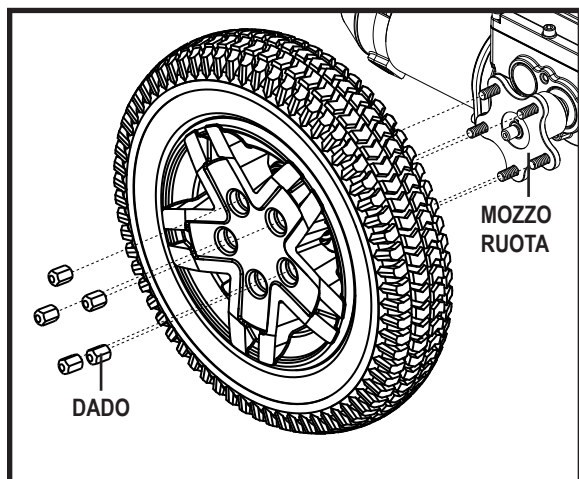

Figura 22. Ruota motrice della Quantum Q4
4. Rimuovere i cinque (5) dadi dall'interno dal mozzo. **Vedere figura 22.**